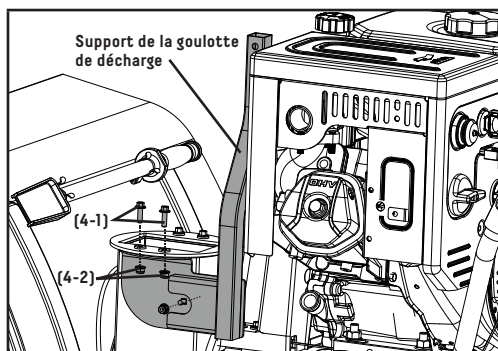

Figure 6
1. Trouvez la position d'assemblage (figure 6).
2. Enlevez les boulons (4-1) (figure 6) et les écrous (4-2) (figure 6) du corps principal, comme illustré (figure 6). Mettez-les de côté pour l'étape suivante.
4. Fixez le support de la goulotte de décharge sur le corps principal au moyen des boulons (4-1) (figure 6).
5. Serrez tous les écrous (4-2) comme illustré ci-dessous (figure 6). Ne serrez pas trop.